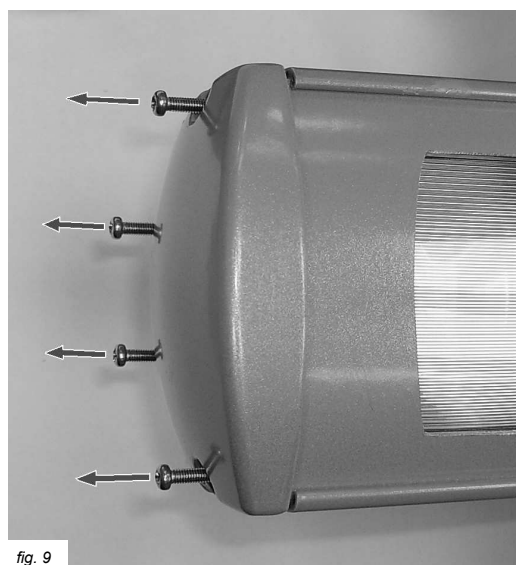

fig. 9
3. Dévissez les quatre vis (cf. fig. 9) du boîtier d'extrémité, pour les extraire du corps de l'appareil de chauffage. Si vous remplacez les deux lampes, répétez l'opération du côté opposé.